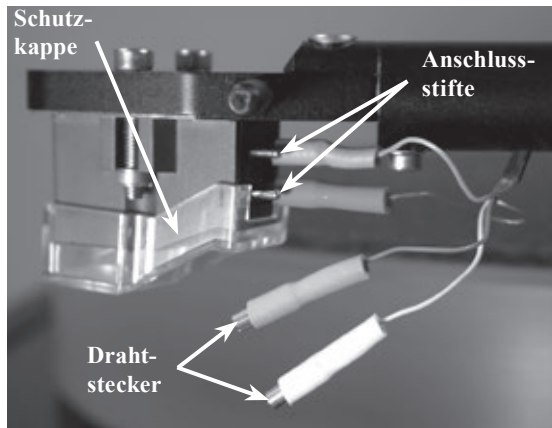

Abbildung 23
3. Stecken Sie unter Verwendung eines geeigneten Werkzeugs die vier farbcodierten, von der vorderen Unterseite des Tonarmes kommenden Leitungsdrähte an der Rückseite des neuen Tonabnehmers an, wobei Sie die mit diesem Tonabnehmer mitgelieferte Bedienungsanleitung befolgen müssen. Siehe Abbildung 23. Im Folgenden ist die Drahtfarbkennzeichnung an der Headshell des Tonarmes aufgelistet: